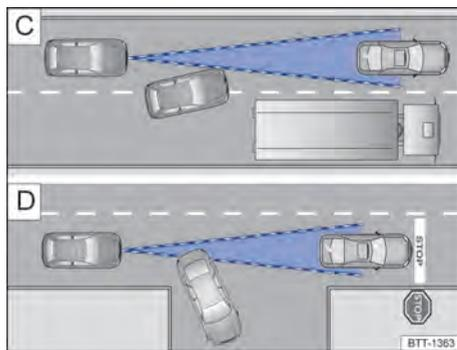

Fig. 100 C) Mudança de faixa. D) Veículo virando ou parado.
Por exemplo, se um veículo detectado pelo ACC virar ou mudar de faixa, e se houver um veículo parado à frente deste veículo, o ACC não reagirá ao veículo parado → Fig. 100 .
- Veículos que mudam para a faixa onde você se encontra com pouca distância do veículo → Fig. 100 .